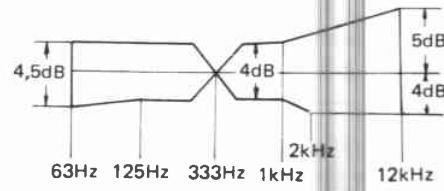

Fig. 12-5 Réponse en fréquence
- Placer le CT-7R en position de défilement avant (FWD) puis enregistrer et lire les signaux d'entrée (333Hz et, 6,3kHz) sur STD-608A. Régler VR301 (canal de gauche (L)) et VR303 (canal de droite (R)), de manière à ce que la différence entre les deux soit de $+1dB^{+1}_{-0,5} dB$.
- De la même manière, placer le CT-7R en position de défilement arrière (REV) puis enregistrer les signaux d'entrée (333Hz et 6,3kHz) sur STD-608A. Régler VR302 (canal de gauche (L)) et VR304 (canal de droite (R)), de manière à ce que la différence entre les deux sorties soit de $+1dB^{+1}_{-0,5} dB$.
* Comme indiqué dans les spécifications de la Fig. 12-5, et vérifier que les performances correspondent aux spécifications.